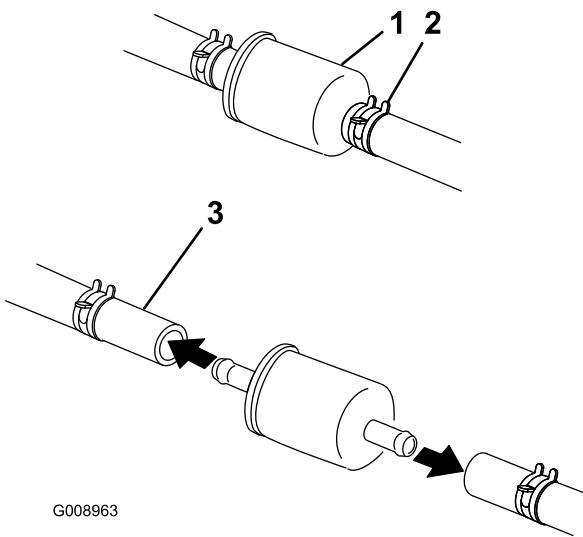

Figure 60
5. Fermez le robinet d'arrivée de carburant sous le siège (Figure 60).
6. Pincez les extrémités des colliers et faites glisser ceux-ci pour les éloigner du filtre (Figure 60).